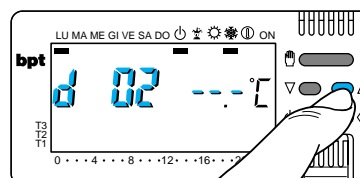

Fig. 69
13.8 - Premere il pulsante ∇ oppure Δ sino a raggiungere il numero di giorni desiderato da 1 a 99 (fig.69). Nel conteggio dei giorni è compreso anche quello in cui viene effettuata la programmazione (quindi il residuo del giorno in cui si effettua l'operazione viene conteggiato come 1 giorno).